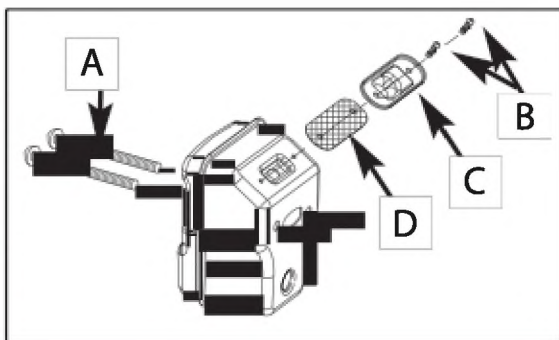

Рис. 17Б
1. Удалите 2 болта (A) и выньте глушитель. (Рис. 17А).